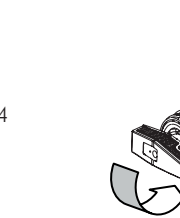

Fig.06
- Desmonte las tuercas (3) de la válvula y extraiga éstas de su alojamiento. Introduzca la maneta en la ranura que a tal efecto tiene el portajuntas (12) y gire la llave en sentido contrario a las agujas del reloj para apretar la junta y al revés para aflojarla Fig.06.
Smontare i dadi (3) della valvola ed estrarli. Introdurre la maniglia nella scanalatura che monta il portaguarnizioni (12) e girare la chiave in senso anti orario per avvitare e al contrario (senso orario) per svitare. Fig.06.
Demontieren Sie die Muttern (3) des Ventils und entfernen Sie diese. Stecken Sie den Hebel in die Rille an der Dichtung (12) und drehen Sie entgegen dem Uhrzeigersinn, um die Dichtung anzuziehen oder umgekehrt, um sie zu lockern (siehe Fig.06).